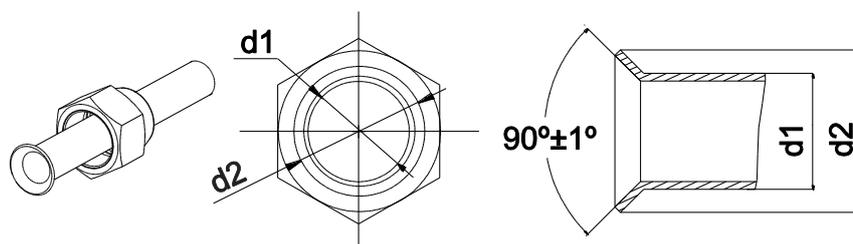

Fig. 9
4. Vérifiez que l'évasement réalisé soit régulier et qu'il n'y ait pas de fissures (voir la figure. 9)